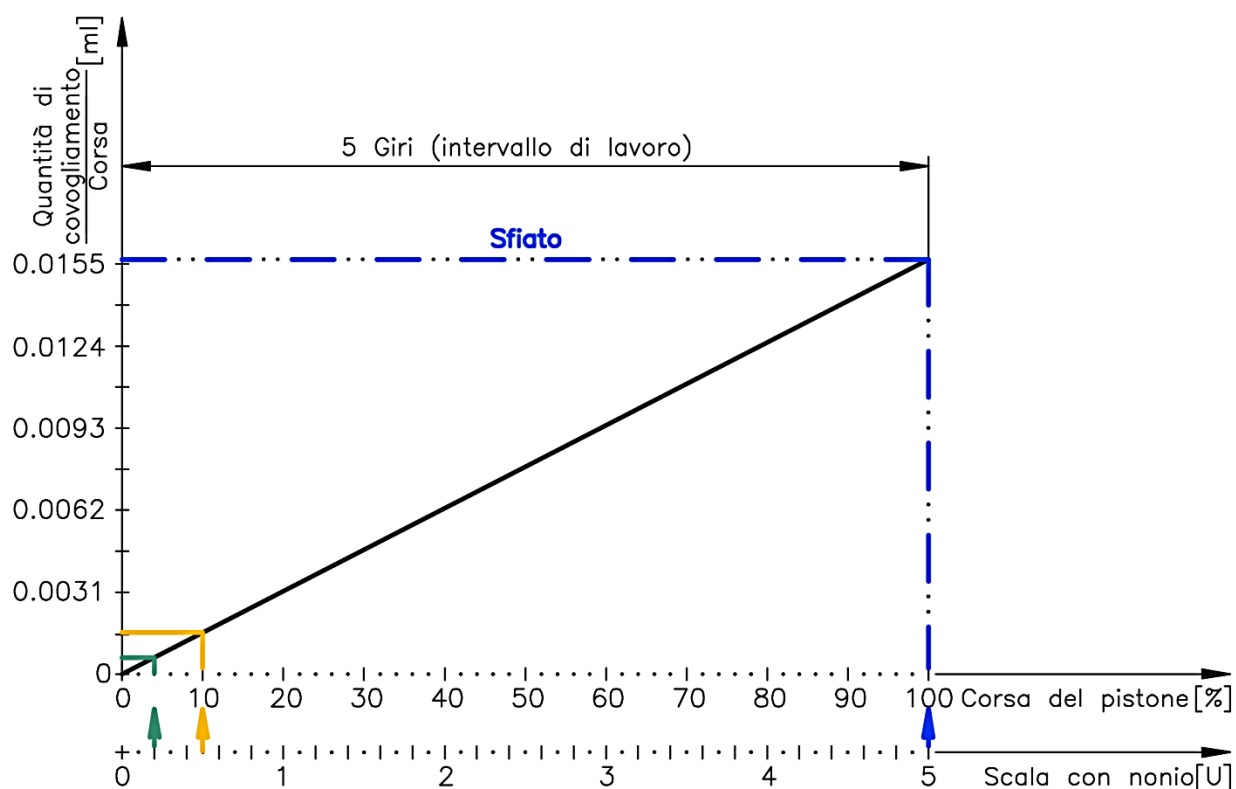

Fig. 19: Volume di convogliamento in funzione della corsa del pistone
I valori impostati possono essere letti con precisione sulle due scale della vite micrometrica (Fig. 10 ② e ③), ogni tacca della scala rappresenta una variazione della corsa del pistone pari al 2%. In base all'esperienza, l'intervallo di lavoro ottimale è compreso tra 0,1 e 0,5 giro (corrispondenti al 2% e al 10% della portata, vedere Fig. 19).